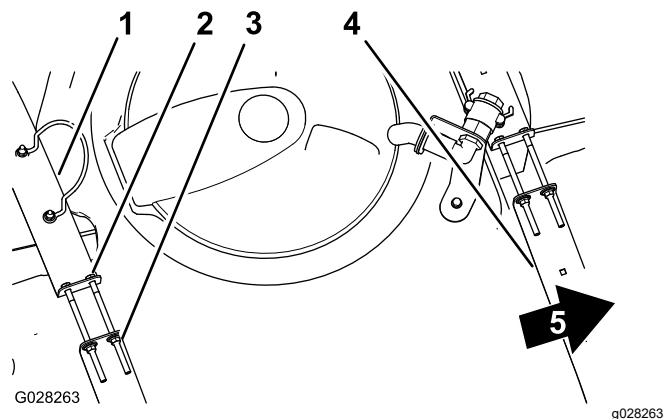

Figura 20
2. Verificate l'eventuale presenza di movimento tra le fasce del serbatoio e il serbatoio stesso (Figura 20).
3. Se le fasce risultano lente sul serbatoio, stringete i dadi di bloccaggio flangiati e i bulloni sulla parte superiore delle fasce fino a quando queste non sono pari alla superficie del serbatoio (Figura 20).